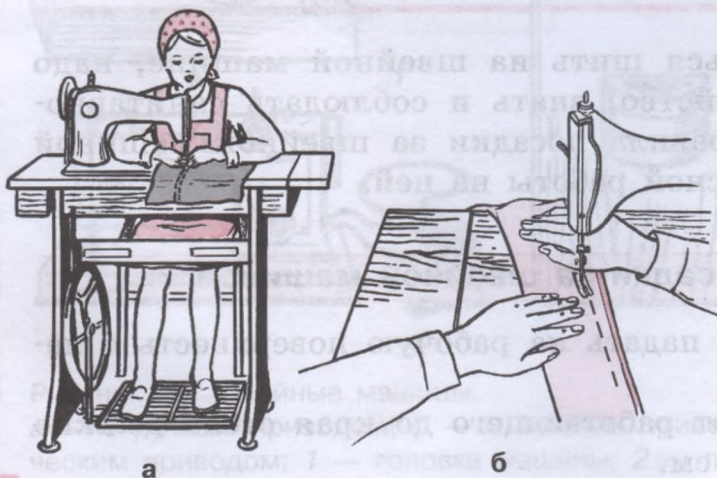

Рисунок 45.
6. При работе на швейной машине с ножным приводом ноги должны стоять на педали, правая нога должна быть выдвинута вперёд, руки во время работы должны лежать на платформе машины (рисунок 45).